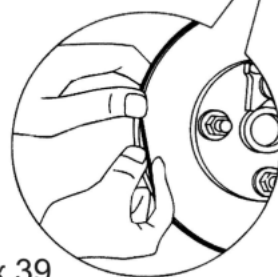

Рисунок 39
6. Удалите резиновый успокоитель из тормозного диска (рис.39).